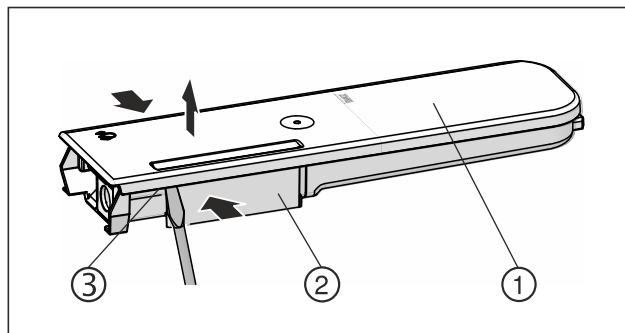

Fig. 151
- Stlačte nádrž na vodu Fig. 151 (2) k sobě a víko Fig. 151 (1) opatrně vypáchejte přes západku Fig. 151 (3) a vytáhněte nahoru.
- Víkem Fig. 151 (1) pohybujte lehce tam a zpět a sejměte jej nahoru.